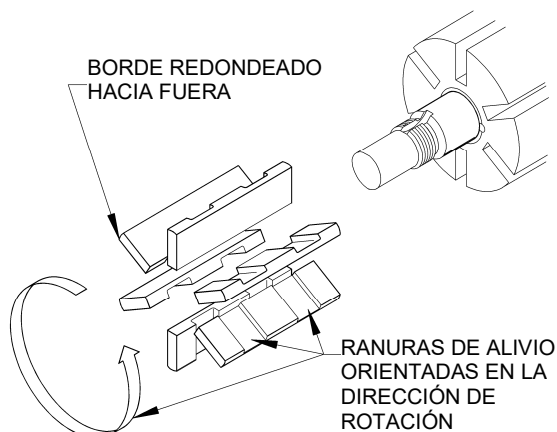
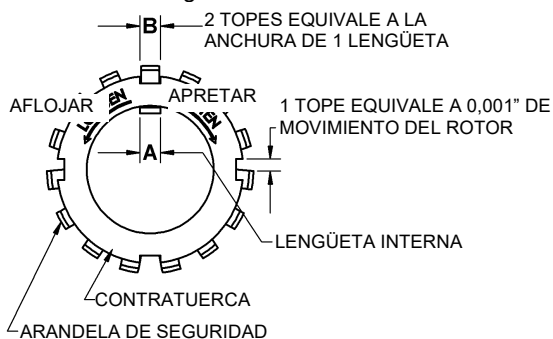

Figura 8 – Instalación de las paletas
Figura 11 - Ajuste de las contratuercas
3. Gire el eje a mano hasta que una paleta (14) llegue a la posición superior (de las 12 horas) del rotor. Desmonte la paleta.
4. Instale una nueva paleta (14), asegurándose de que el borde redondeado quede HACIA ARRIBA, y que las ranuras de alivio queden orientadas hacia la dirección de rotación. Consulte la figura 8.
10. Retire las paletas (14) y las varillas de empuje (77) del conjunto de rotor y eje. Inspeccione en busca de desgaste y daños, y reemplace según se indica a continuación:
- Instale parcialmente el extremo no conducido del rotor y eje (13) en el lado abierto de la carcasa de la bomba (12).
- Deje parte del rotor fuera de la carcasa (12) de modo que las paletas inferiores (14) puedan instalarse y sujetarse en posición a medida que se instalan las varillas de empuje (77) en los orificios de las varillas de empuje del rotor. Inserte las nuevas paletas en las ranuras del rotor, con los bordes redondeados hacia fuera, y las ranuras de alivio orientadas HACIA la dirección de rotación. Consulte la figura 8.
- Después de haber instalado las paletas inferiores y las varillas de empuje, inserte cuidadosamente el rotor y el eje (13) completamente en la carcasa (12) y a través del cabezal instalado (20).
- Instale las paletas restantes (14) en las posiciones superiores del rotor.
11. Instale el cabezal entrante con la junta tórica (72), el sello mecánico (153), el disco (71) y el rodamiento (24) de acuerdo con las instrucciones de los pasos 3 a 8.
12. Gire el eje a mano para engranar las lengüetas de inserción del sello mecánico, y para determinar la existencia de atascamiento o zonas estrechas. Si el rotor no gira libremente, golpee ligeramente los bordes de los cabezales con un mazo de cara blanda hasta encontrarse la posición correcta. Instale todos los tornillos prisioneros restantes (21) para cada cabezal (20) y apriete uniformemente a 30 lbs pies (40,7 Nm).
Es importante que instalar y ajustar correctamente las contratuercas (24A) y las arandelas de seguridad (24B) del rodamiento. Un sobreapriete de las contratuercas puede provocar fallos en los rodamientos o una lengüeta rota en la arandela de seguridad. Las contratuercas flojas permitirán que el rotor se desplace contra los discos (71), causando desgaste. Consulte la figura 11.